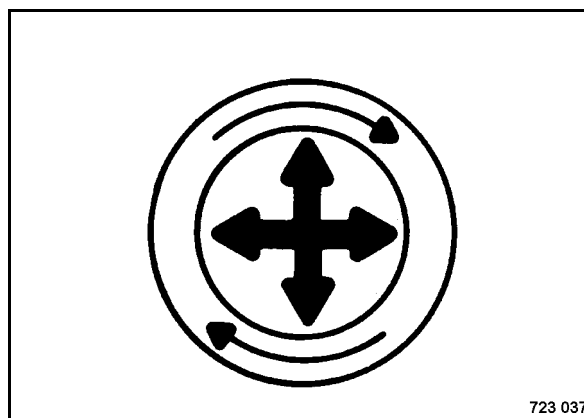

рис. 52
- Для ослабления уплотнения осторожно поворачивать или тянуть воздушный фильтр вверх, вниз или вбок (рис. 52).